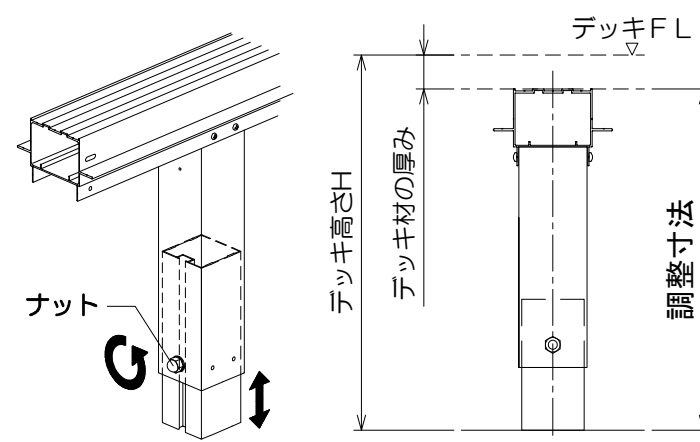

図3. 高さ調整
- (1) デッキのF.L.を決定し、束柱のナットを緩めて高さを調整してください。(図3)